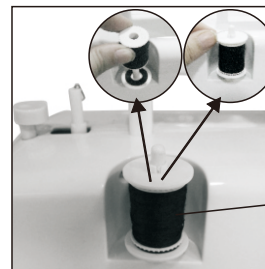

Рис. 11
1. Наденьте катушку с ниткой на катушечный стержень. (рис.11)